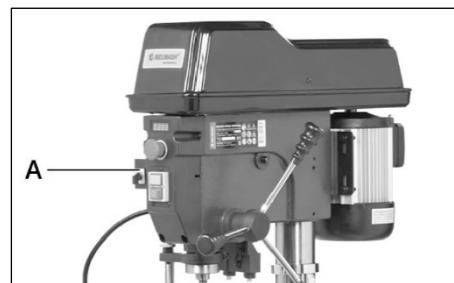

Рисунок 13.
Сначала отключите станок и установите соответствующий режущий инструмент. Затем установите переключатель (A) (рис. 13) в нужное положение. Всего положений три: (L) – вращение против часовой стрелки, (R) – вращение, (0) – положение отключения магнитного пускателя.